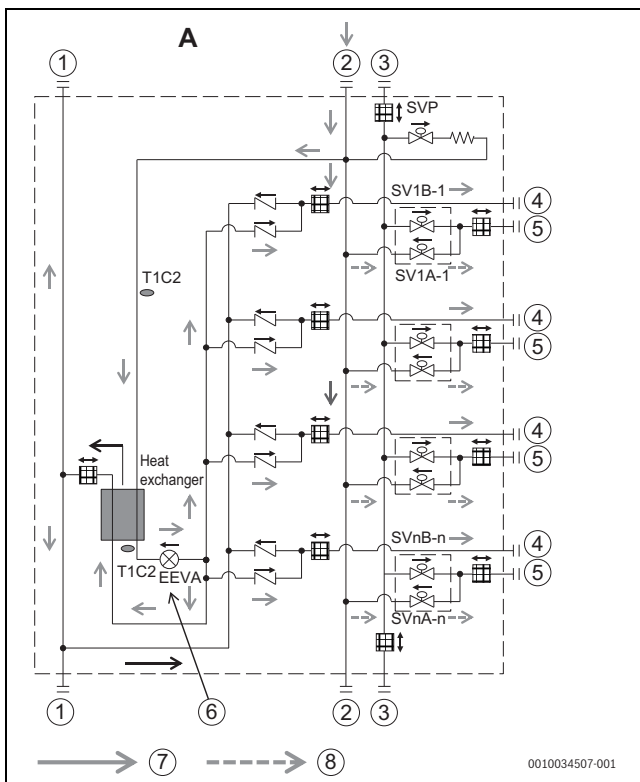

Рис. 28
а) Нормальный заряд от порта ② при пайке порта ④ и высокий заряд (> 20 кПа (0,2 бар)) от порта ② при пайке порта ⑤, как показано на рис. 28.
б) Нормальный заряд (≤ 20 кПа (0,2 бар)) от порта ② при пайке порта ① и нормальный заряд от запорного клапана соответствующего наружного блока при пайке порта ② и порта ③, как показано на рис. 28.